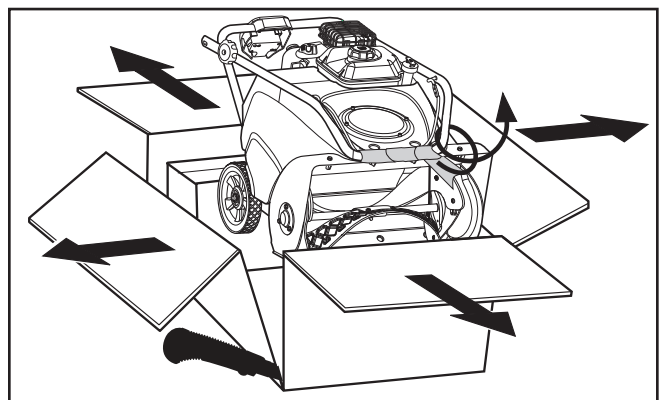

Figure 4
1. Voir Figure 4. Couper les quatre coins du carton de haut en bas.